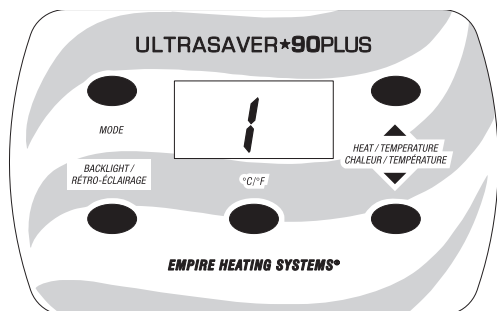

Figure 6
2. Lorsque le contrôle distant extérieur est activé, le panneau de commande de l'appareil de chauffage s'illumine et affiche le niveau de chaleur et le symbole du signal de communication à distance. L'appareil de chauffage lancera la séquence de démarrage automatiquement. **Voir Figure 6.**